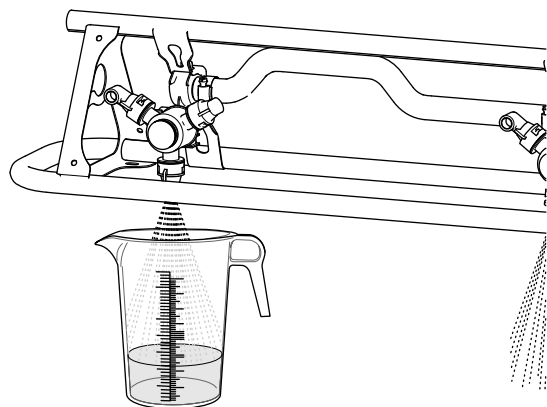

Figura 51
5. Recolha a água do bico do pulverizador até parar o fluxo do pulverizador (Figura 51).